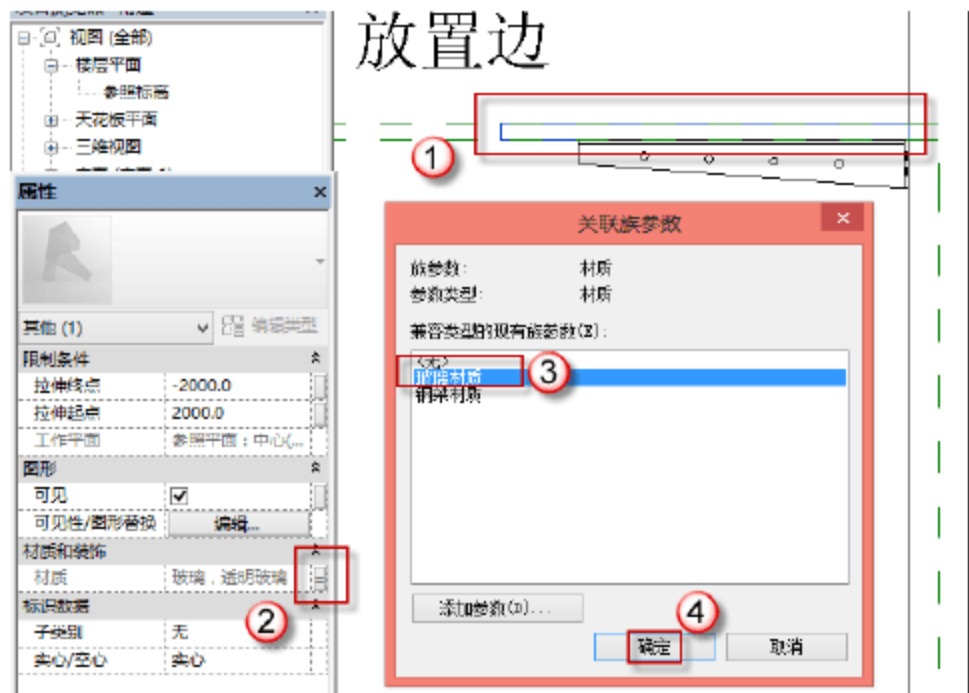
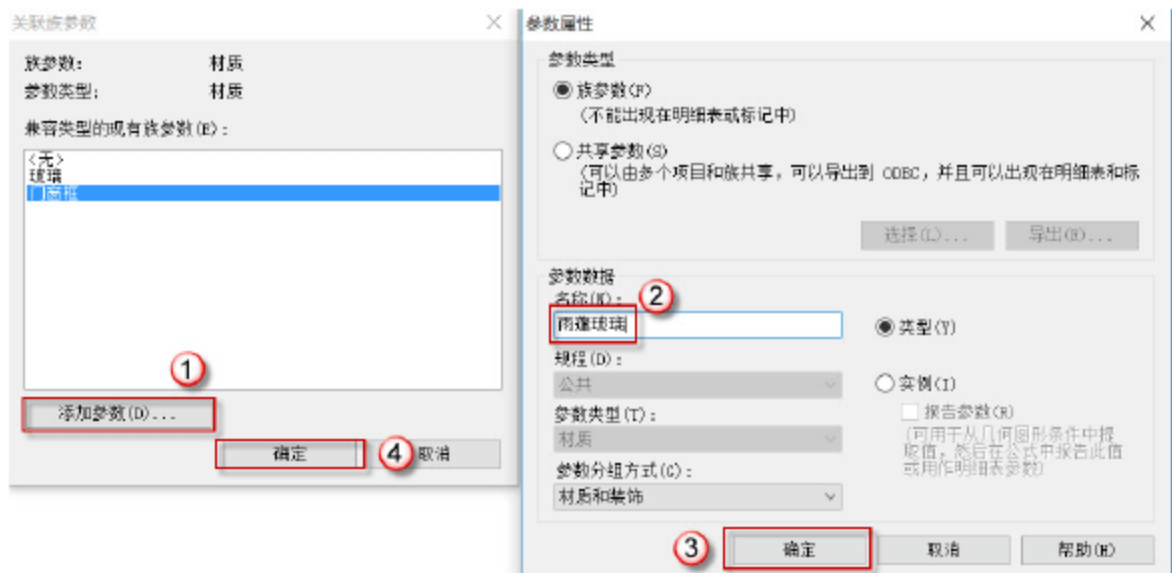

图 8.1.22 添加材质类型
图 8.1.23 添加材质类型
- (3) 编辑可见性。选中玻璃面板图元，在“属性”面板中编辑“可见性/图形替换”选项，选择“平面/天花板平面视图”选项并单击“确定”按钮。
- (4) 添加材质。选中图元并在“属性”面板中添加玻璃面板的材质，选择已有的“门窗玻璃”类型或新增一种雨蓬玻璃的类型，并单击“确定”按钮，如图 8.1.22 和图 8.1.23 所示。